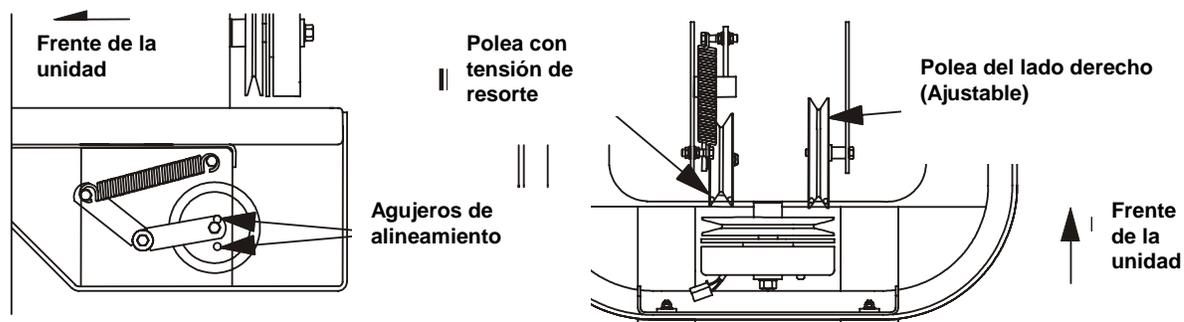

FIGURA 9
- Asegúrese de que el centro de la cabeza del perno de la polea con tensión de resorte, en el lado izquierdo de la plataforma del soporte del motor, esta posicionado al centro de los dos agujeros de alineamiento en el plato de soporte izquierdo (Vea Figura 9). Es necesario ajustar la tensión de la bando cuando el centro de la cabeza del perno esta al mismo o mas abajo del centro del agujero de abajo.